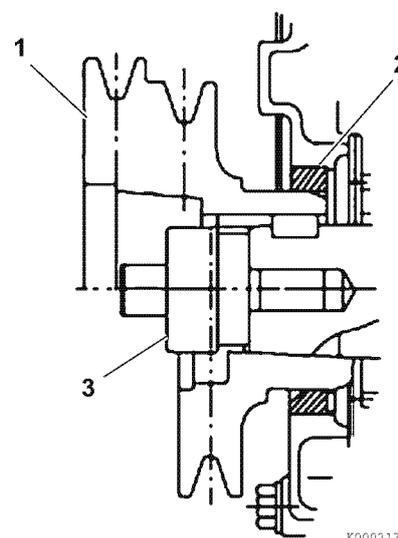

**Figure 6-110**
1. Appliquez un cordon continu de joint liquide ThreeBond n° 1207F, YANMAR Réf. 977770-1207F sur la zone de montage du couvercle du carter d'engrenage (1, **Figure 6-110**). Veillez à entourer chaque orifice de boulon.